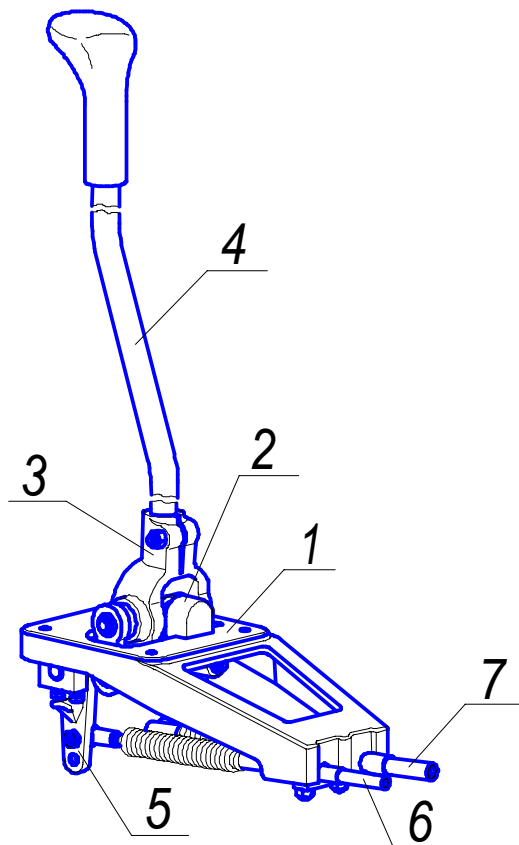
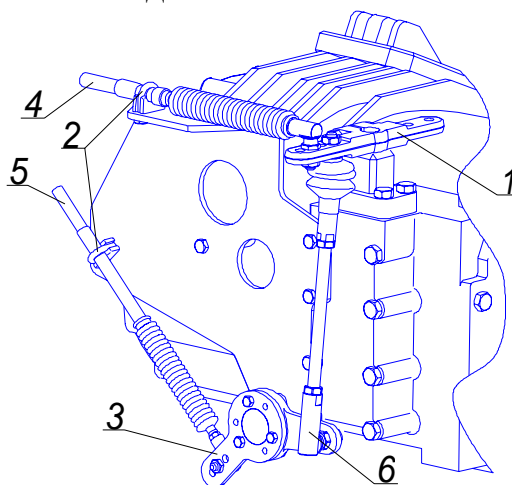
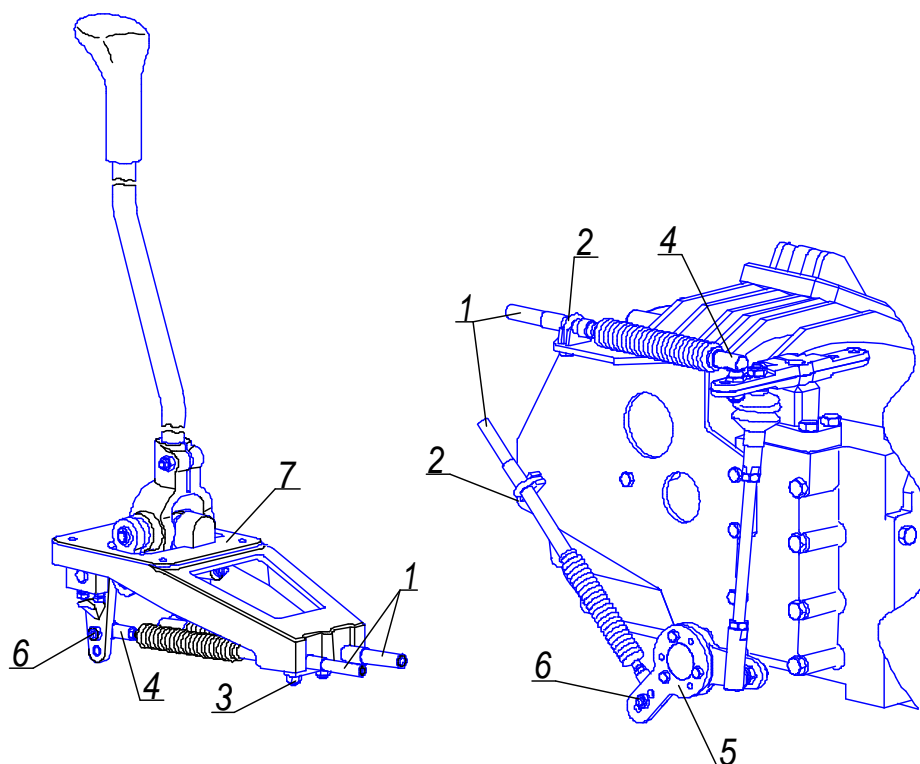

Рис.2. Опора рычага переключения передач (мастер-опора) КПП МК-8.
Рис. 7. Исполнительный механизм привода управления КПП ZF 6S-85 (6S-1600).
Рис. 8. Монтаж тросов
1.2. Опора рычага переключения передач (мастер-опора) (рис. 2) со смонтированным на нем рычагом переключения передач преобразует движения этого рычага в перемещения тросов дистанционного привода.
2.1. Механизм управления коробкой передач КПП ZF 6S-85 (ZF 6S-1600) (рис.7) работает следующим образом. Для выбора передачи водитель поворачивает рычаг 4 (рис.2) в направлении, перпендикулярном направлению движения автобуса (далее для краткости именуется «поперечным направлением»), при этом кулиса 2 вместе с крестовиной 3 поворачивается в опорах корпуса 1. В результате пространственных перемещений элементов механизма в шаровых шарнирах возникают усилия, поворачивающие рычаг 5. С поворотом рычага 5 перемещается закрепленный на одном из его плеч трос выбора 6. Рычаг 5 имеет возможность поворачиваться на оси только в плоскости, параллельной направлению движения («продольное направление»), поэтому трос выбора 6 перемещается также в продольном направлении и, при помощи транслятора 3 (рис.7) и реактивной тяги 6 вызывает перемещение вала коробки передач для выбора передачи. При этом трос включения 7 в продольном направлении не движется (хотя конец его поворачивается в месте с кулисой 2 в поперечном направлении на некоторый угол). Выбрав передачу, водитель поворачивает рычаг 4 (рис.2) в продольном направлении, в том же направлении поворачивается в крестовине 3 кулиса 2. Нижняя часть кулисы, поворачиваясь, толкает или тянет (в зависимости от того, в какую сторону поворачивается рычаг 1) трос включения 7, который посредством рычага переключения передач 1 (рис.7) включает необходимую передачу. При повороте рычага 1 (рис.2) в продольном направлении рычаг 5 с тросом выбора 6 остаются неподвижными.
ВНИМАНИЕ: Демонтаж концов тросов от механизма управления (мастер - опоры) или транслятора (рис. 8) выполняется следующим образом:
3.4 Во избежание выхода из строя крестовины мастер-опоры (рис. 2, рис. 8) необходимо следить за целостностью уплотнений подшипников крестовины.